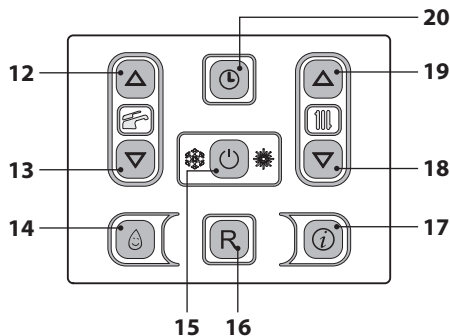
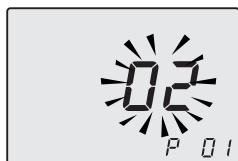
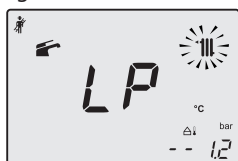

Figura 9.21
Figura 9.22
Figura 9.23
- Entrare in "modalità programmazione" premendo contemporaneamente per 10 secondi i tasti 15 - 18 - 19 (Figura 9.21) fino a far apparire sul display LCD le lettere **P01** e il valore del parametro, indicanti l'entrata nel "parametro 01" (Figura 9.22).
- Premere contemporaneamente i tasti 18 e 19 (Figura 9.21) fino a far apparire sul display LCD le lettere **LP** che si alternano con il valore di temperatura dell'acqua di riscaldamento (es.45), indicanti l'entrata nell'attivazione della "funzione spazzacamino" alla potenza minima (Figura 9.23).
- Premendo il tasto 19 (Figura 9.21) è possibile variare la potenza in modalità spazzacamino: con visualizzazione sul display LCD delle lettere **hP** che si alternano con il valore di temperatura dell'acqua di riscaldamento (es.32), siamo in "funzione spazzacamino" alla potenza minima in riscaldamento (Figura 9.24).
- Ripremendo contemporaneamente per 10 secondi i tasti 15 - 18 - 19 (Figura 9.21) si esce dalla "modalità spazzacamino" e si ritorna allo stato di caldaia precedentemente impostato (Figura 9.27).